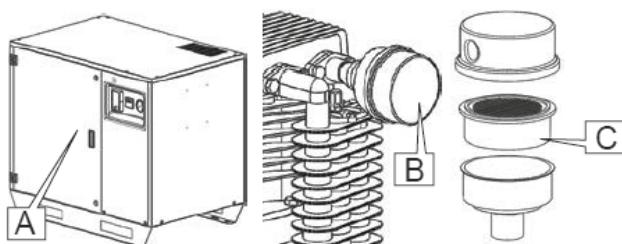

Fig. 13
- 3 Abra la puerta con la llave suministrada Pos. A Fig.13.
- 4 Desenrosque el tapón pos.B Fig.13, extraiga el cartucho y sustitúyalo por uno nuevo.